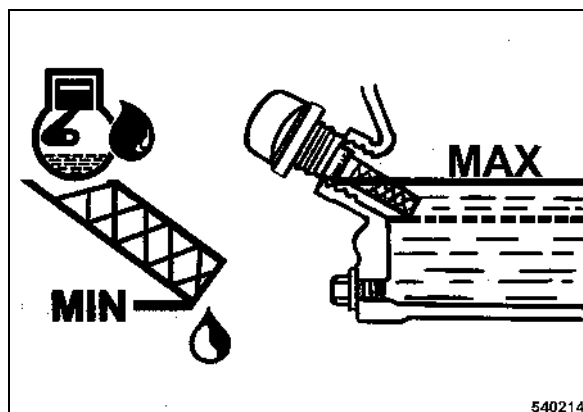

fig. 39
- L'huile doit atteindre le bord inférieur de l'orifice de remplissage (fig. 39) ; rajouter de l'huile, si besoin.